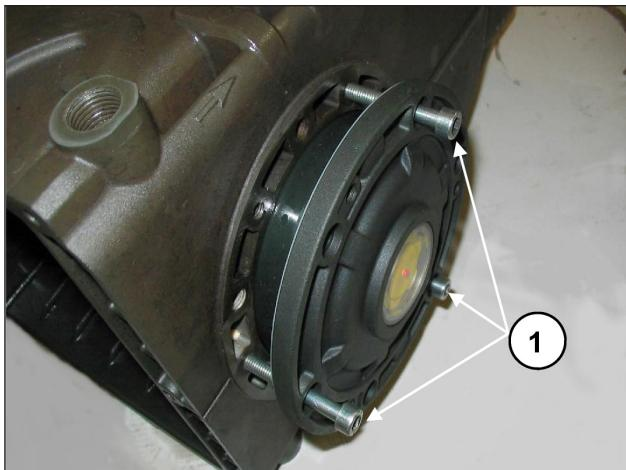
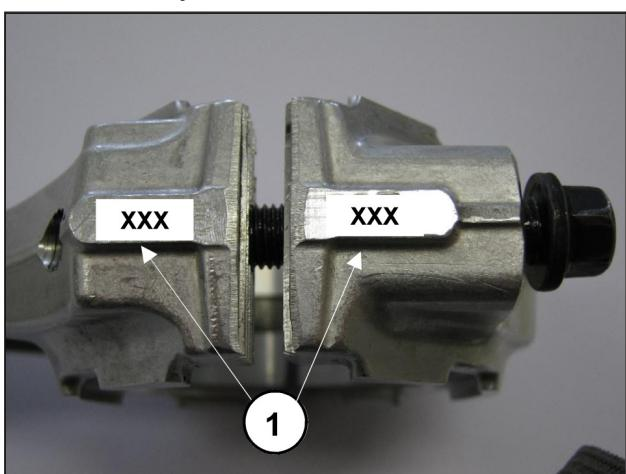

Fig. 8
Fig. 9
Para facilitar a entrada da primeira seção e da relativa inserção das coberturas no cárter, aconselha-se o uso de 3 parafusos M6 x 40, parcialmente rosqueados, (Fig. 8, pos. ①) para depois completar a operação com os parafusos fornecidos (M6x18).
- Emparelhe as tampas de biela em suas relativas hastes, referindo-se à numeração (Fig. 9, pos. ①). **Preste atenção na direção correta da montagem das tampas.**
Para a aproximação das duas coberturas laterais ao cárter, podem ser usados 3 parafusos M6x40 para uma primeira fase de orientação, conforme indicado na Fig. 8 e os parafusos previstos para a fixação final.
Depois de desmontar as coberturas laterais, conforme indicado no parág. 2.1.1, retire o anel externo dos rolamentos das coberturas e do anel interno com a parte restante do rolamento, das duas extremidades do eixo através de um "saca-pinôs" normal ou ferramenta equivalente, conforme indicado na Fig. 8 e Fig. 9.